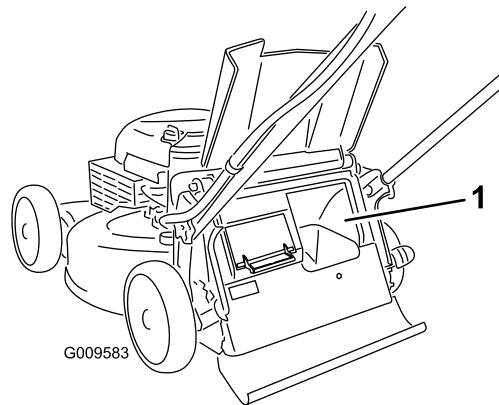

Bild 22
**Wichtig:** Stellen Sie für einen einwandfreien Betrieb den Motor ab, warten Sie, bis alle beweglichen Teile zum Stillstand gekommen sind, entfernen Sie dann Schnittgut und Rückstände von der Klappe des zuschaltbaren Fangkorbs und den umgebenden Öffnungen (**Bild 22**), bevor Sie die Stellung des Hebels für den zuschaltbaren Fangkorb ändern.